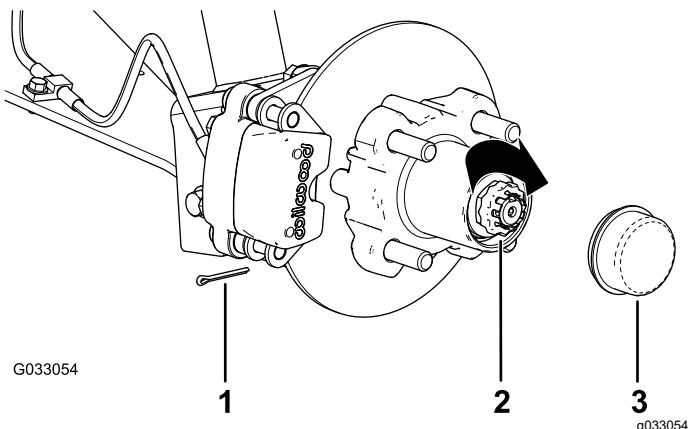

Figura 29
8. Montate il fermo sul dado e controllate l'allineamento della scanalatura sul fermo con il foro del mandrino per la coppiglia (Figura 29).
9. Montate la coppiglia e piegate ciascuna asticella attorno al fermo (Figura 29).
10. Montate il coperchietto antipolvere sul mozzo (Figura 29).